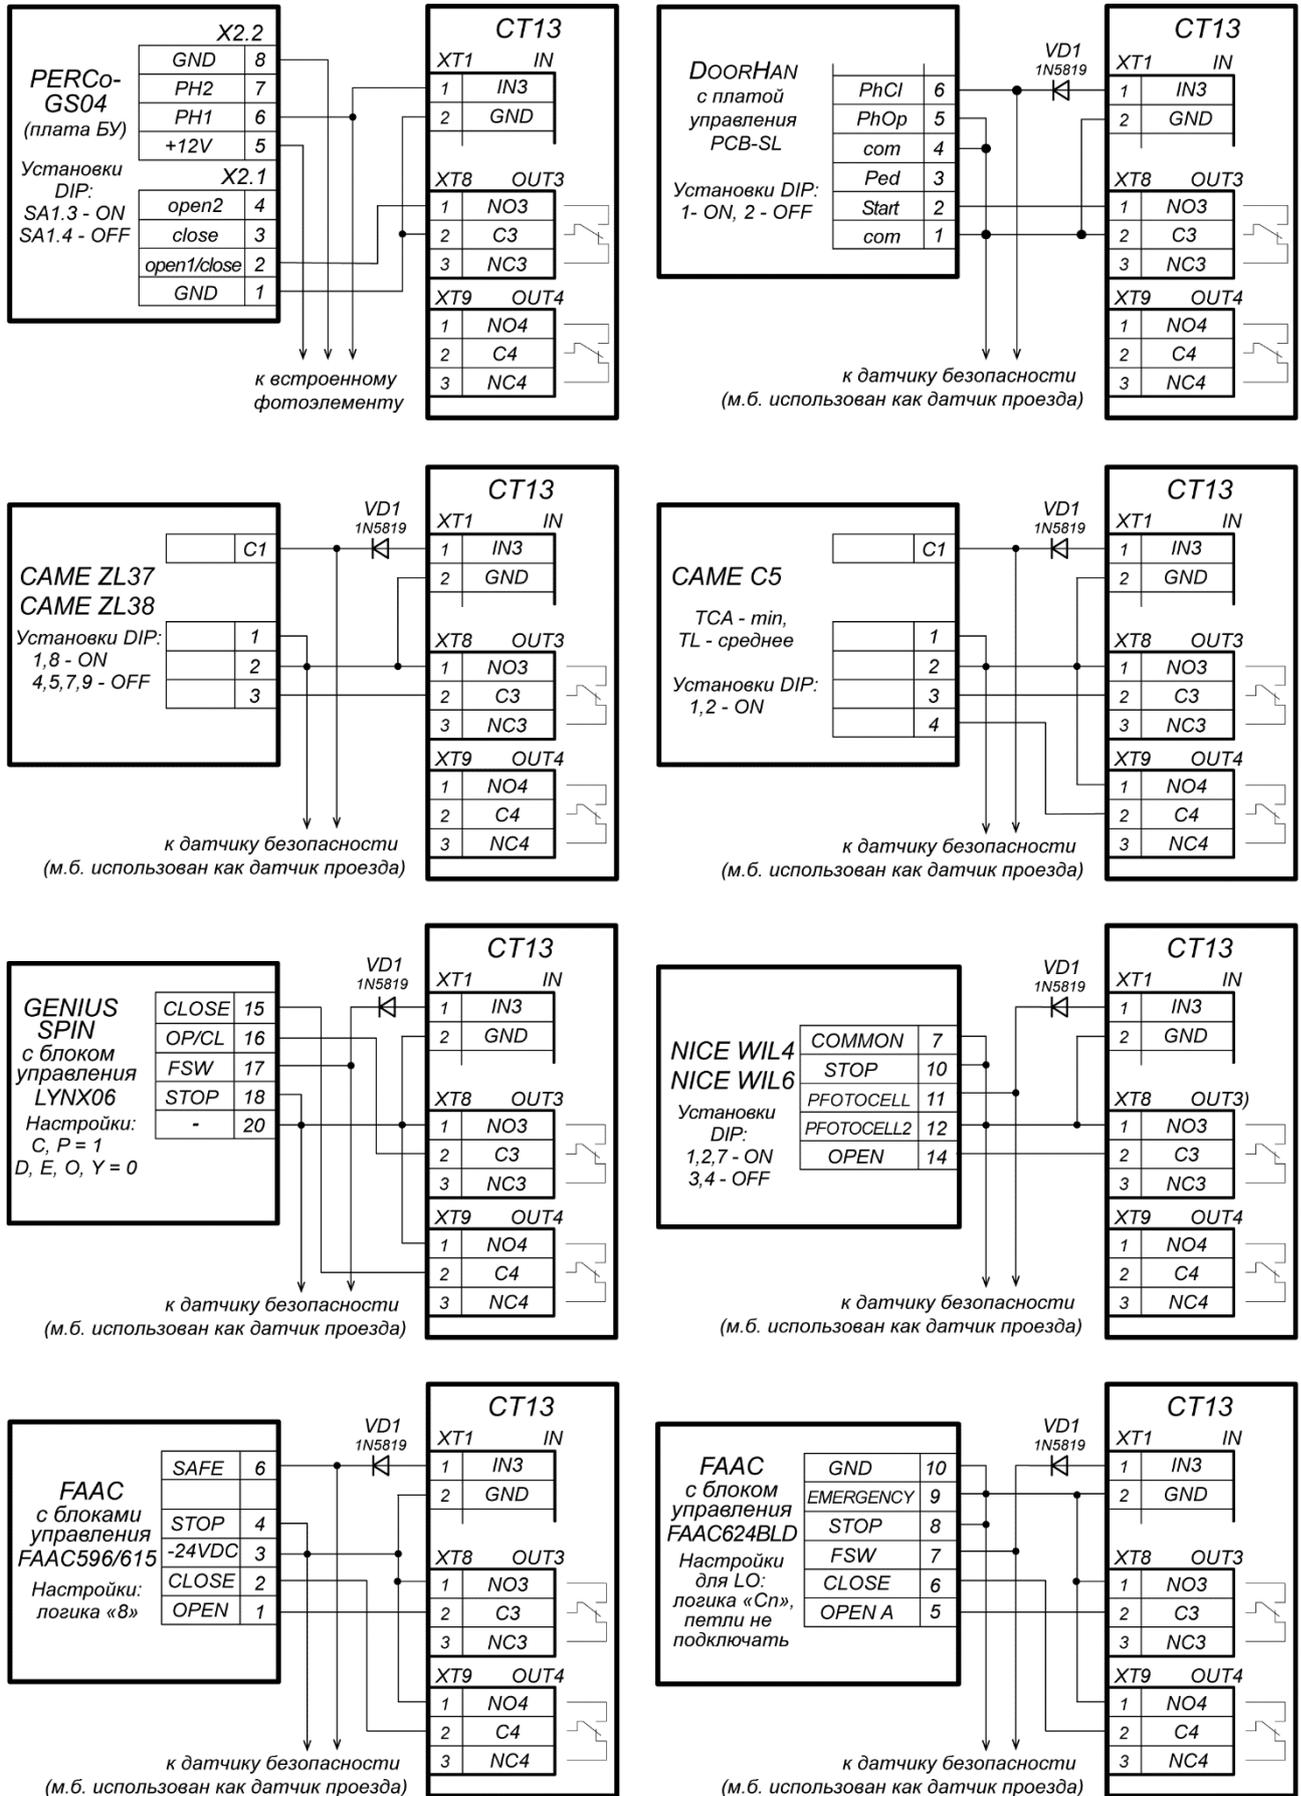

Рисунок 20. Примеры схем подключения шлагбаумов к контроллеру АТП
2. Типовые схемы подключения ИУ АТП представлены на рис. 20.